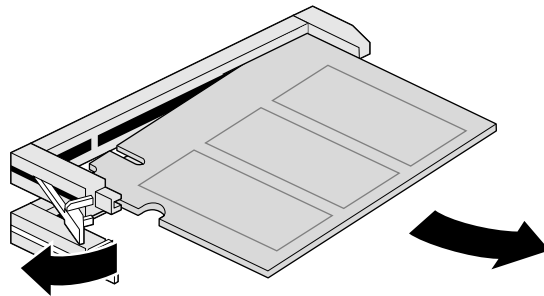

Figure 3-6 Retrait d'une barrette mémoire DIMM
7. Retirez la barrette mémoire DIMM en poussant le loquet vers la gauche, comme indiqué à la Figure 3-6, puis en ôtant cette barrette de son emplacement.